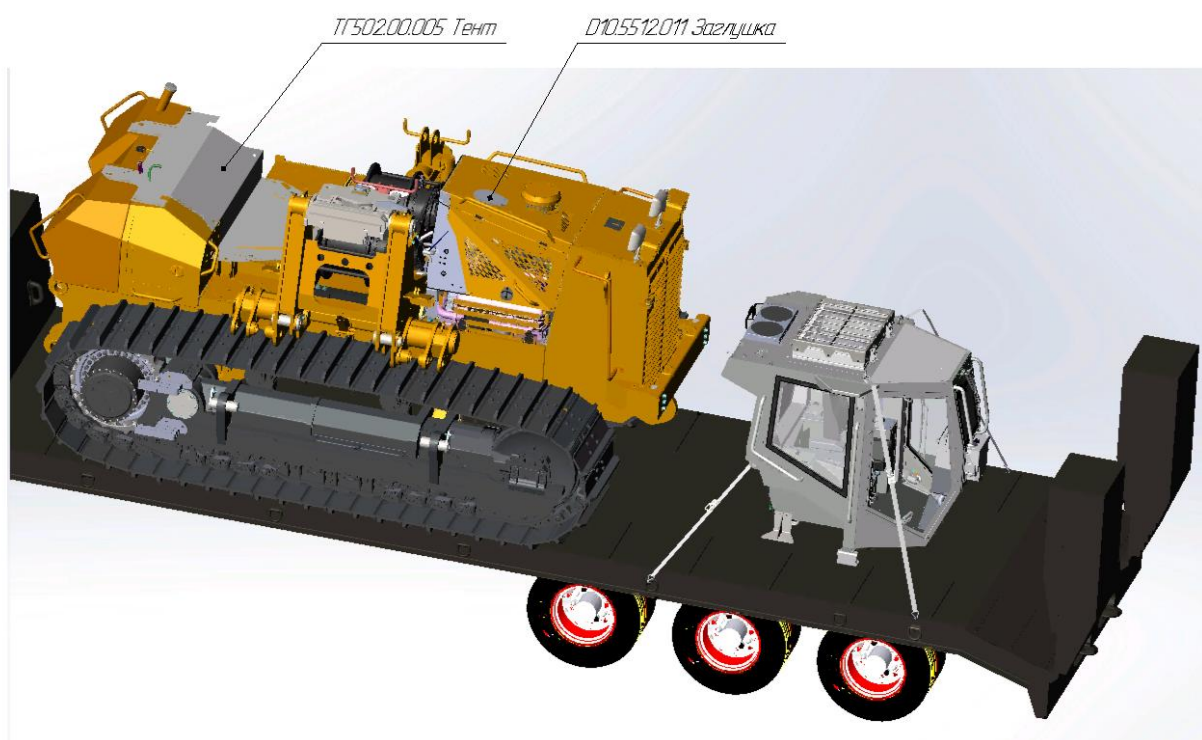

Рисунок 14. Общий вид
- ▶ После демонтажа кабины, для предотвращения попадания атмосферных осадков, посторонних предметов, пыли, грязи и прочих загрязнений образовавшую полость в раме закрыть тентом ТГ502.00.005 (рис. 14).